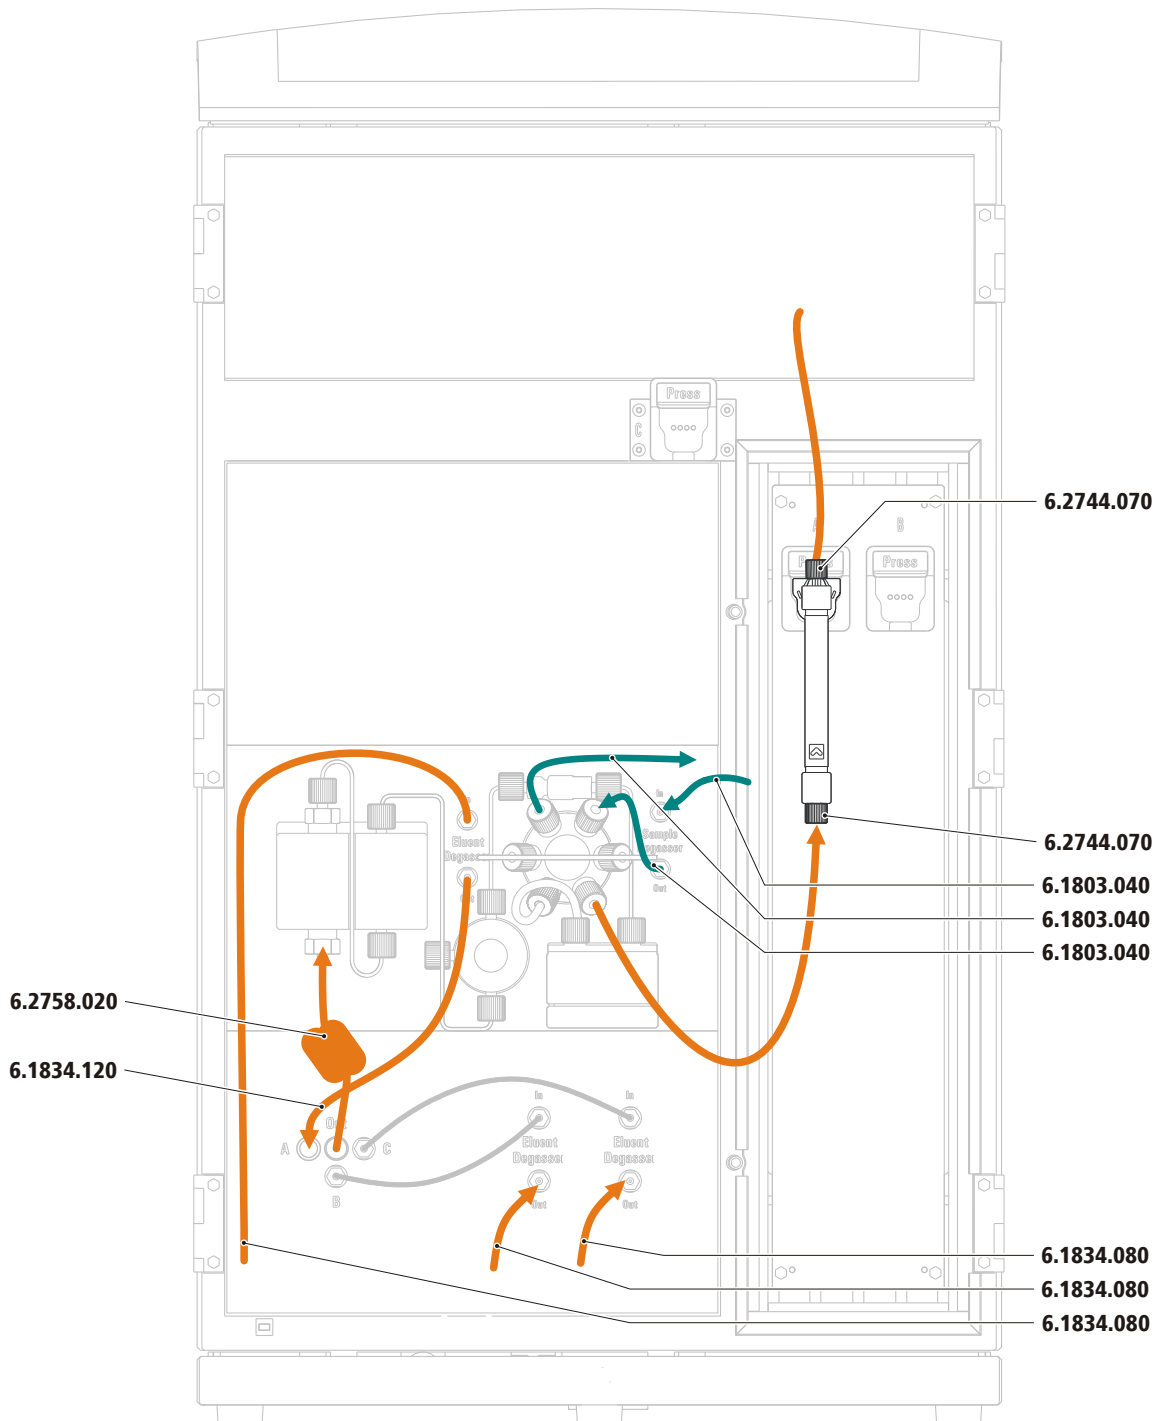

Abbildung 3 Installationsdiagramm
- ein Installationsdiagramm (*siehe Abbildung 3, Seite 16*), welches ein vollständig installiertes Gerät darstellt.
Die *Abbildung 3 Installationsdiagramm* zeigt die notwendigen Kapillarverbindungen für eine Anwendung mit Niederdruckgradient mit drei Lösungen.